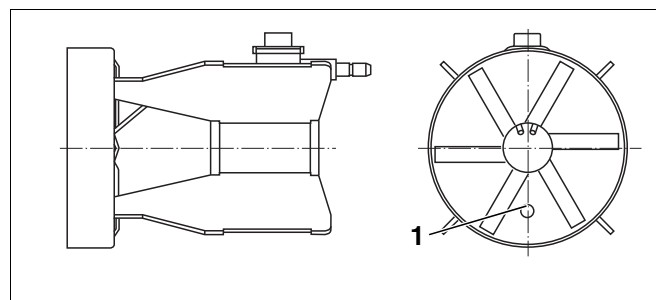

Рис. 31 Распределительный диск
- Во время монтажа распределительного диска следите за тем, чтобы отверстие (Рис. 31, **поз. 1**) в нем находилось на одной оси с датчиком пламени.